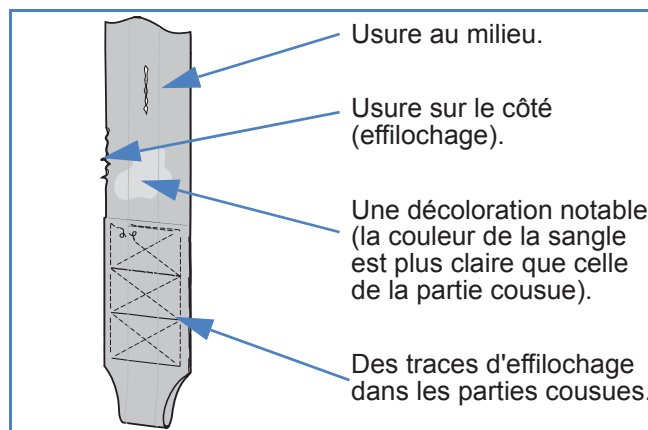

Figure 11
- Rechercher toute trace d'usure ou de décoloration comme indiqué à la figure 11.